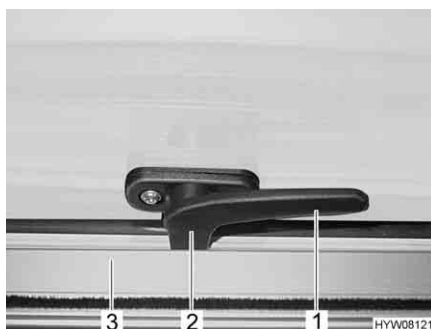

Fig. 24 Leva di serraggio in posizione "Chiuso"
- Ruotare la leva di serraggio (Fig. 24,1) di un quarto di giro verso il centro della finestra.
- Ruotare la leva di serraggio (Fig. 24,1) di un quarto di giro verso il telaio della finestra. Il nasello di chiusura (Fig. 24,2) si trova sul lato interno della chiusura della finestra (Fig. 24,3).